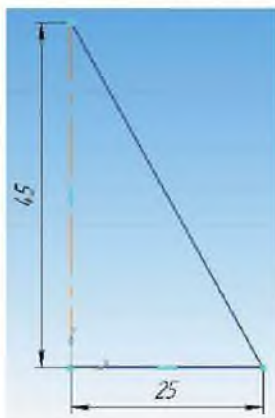

Рисунок 5.17 Эскиз для построения конуса
6) Соединить вторую точку осевой линии и вторую точку первого отрезка и нажать кнопку *Создать объект*  (рисунок 5.17).